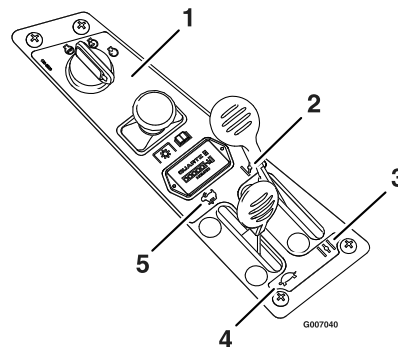

Bild 10
3. Schieben Sie den Gasbedienungshebel in die Mitte und den Chokehebel nach vorne (Bild 10), bevor Sie einen kalten Motor anlassen.